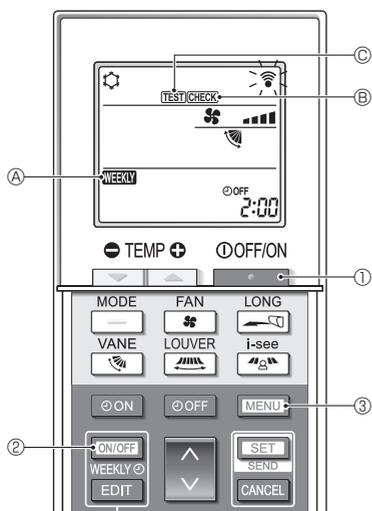

Fig. 7-1
7.1. Тестовый прогон (Fig. 7-1)